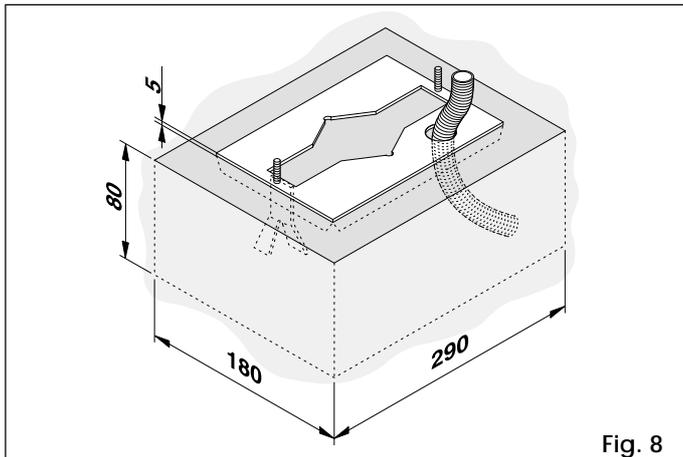

Fig. 8
- 3) Réaliser un coffrage comme indiqué Fig.8 et sceller la plaque de fondation en prévoyant un ou plusieurs fourreaux pour le passage des câbles. Vérifier l'horizontalité parfaite de la plaque à l'aide d'un niveau à bulle. Attendre que le ciment soit pris.